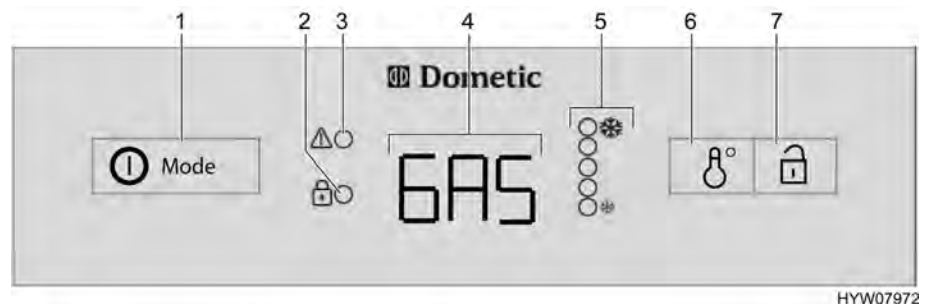

Bild 159 Reglage, knappar för kylskåpet (Dometic 8-serie med AES)
Vid störningar blinkar LED-indikatorn störning "⚠" (Bild 159,3).
Om 230 V-försörjningen **inte** är ansluten och fordonets motor är **avstängd**, väljer AES driftläget gasdrift. När gasdriften väljs öppnas tändsäkringen automatiskt så att gas kan strömma till brännaren. Samtidigt tillkopplas den elektroniska tändaren. Om gaslågan skulle slockna, t. ex. på grund av att det blåser, aktiveras tändaren direkt igen och tänder gasen. Vid störning i gasdriften blinkar texten "GAS" i driftindikeringen (Bild 159,4).
När kylskåpet sätts på väljs automatiskt en termostatinställning i mittläge. Denna inställning kan ändras manuellt med brytaren för temperaturinställning (Bild 159,6). LED-indikatorerna (Bild 159,5) visar den valda termostatinställningen. Med hjälp av denna knapp ställs kyltemperaturen in för alla tre energikällorna. Det tar alltid några timmar innan man har en normal drifttemperatur i kylskåpet. Om en omkoppling sker till en annan energikälla förändras termostatinställningen inte. Kyltemperaturen bibehålls oberoende av den valda energikällan.
- Tryck på strömbrytaren/energiväljaren (Bild 159,1) i två sekunder för att starta apparaten. Det senast valda driftläget visas i driftindikeringen (Bild 159,4).
- Välj energikälla med strömbrytaren/energiväljaren (Bild 159,1).
- Ställ in kyltemperaturen på väljaren för temperaturinställning (Bild 159,6). LED-indikatorerna (Bild 159,5) visar den valda termostatinställningen.
- Tryck på strömbrytaren/energiväljaren (Bild 159,1) i två sekunder. Alla indikatorerna slocknar.